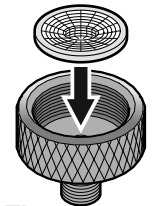

Figure 14
- Insérer le filtre à eau fourni dans le raccord de vanne (Figure 14).